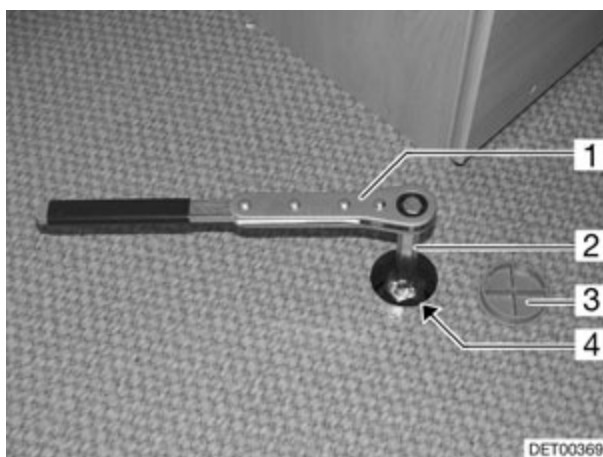

Fig. 208 Descenso de la rueda de repuesto
- Abrir con cuidado la caperuza de plástico (Fig. 208,3) con una herramienta apropiada (p. ej. destornillador).
- Colocar la llave (Fig. 208,2) sobre el alojamiento (Fig. 208,4) del soporte para rueda de repuesto.
- Colocar la llave de tuercas de trinquete (Fig. 208,1) en la llave.